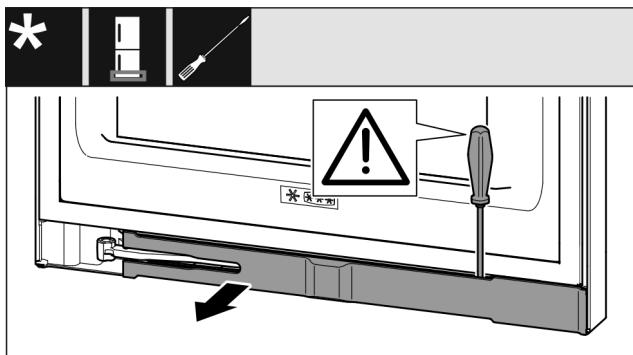

Fig. 14
- Blende mit Schlitzschraubendreher ausrasten und zur Seite schwenken Fig. 14 0.